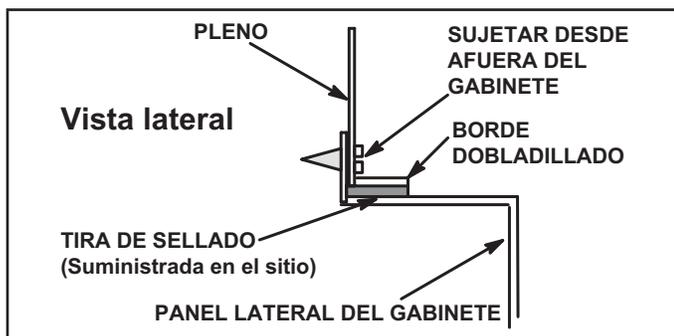

FIGURA 9
- 1 - El borde inferior del pleno debe bridarse con un borde dobladillado (ver la FIGURA 9).